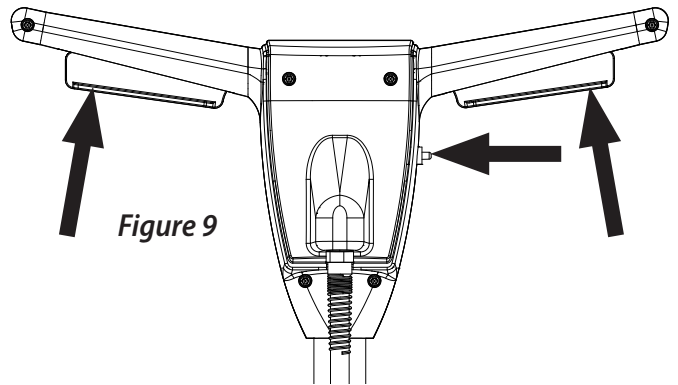

Figure 9
**⚠ AVERTISSEMENT:** Ne jamais mettre une polisseuse en marche lorsque le timon se trouve en position verticale. L'interrupteur de marche/arrêt est activé par pression sur le bouton de verrouillage de sécurité et par les leviers situés sous la poignée de commande. (voir Figure 9). Pour mettre la machine en marche, procéder comme suit: